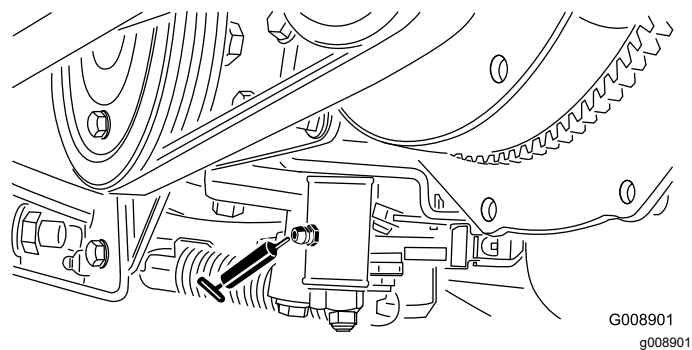

Рисунок 40
- Механизм регулировки нейтрали (Рисунок 40)